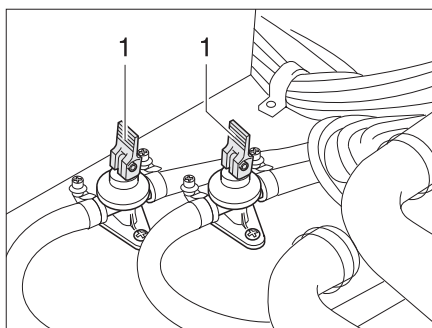

Fig. 132 Rubinetti di scarico
- Chiudere i rubinetti di scarico. A questo scopo, posizionare orizzontalmente le leve a bilanciere (Fig. 132,1).
- Aprire i rubinetti di scarico (Fig. 132). A questo scopo, posizionare verticalmente le leve a bilanciere (Fig. 132,1). Il boiler viene svuotato verso l'esterno tramite i rubinetti di scarico.